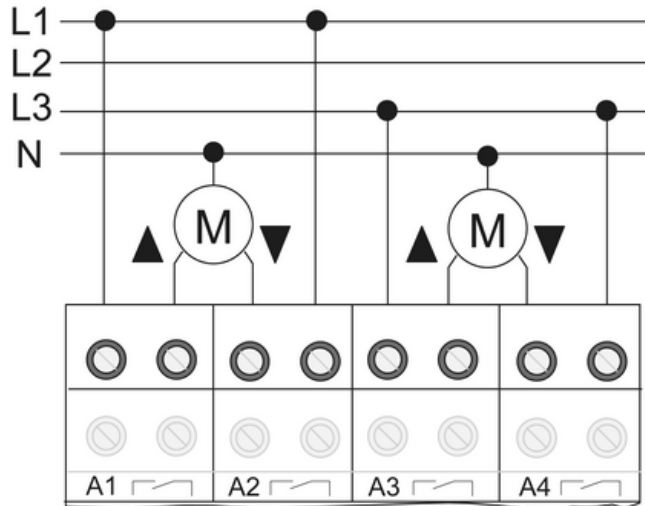

Bild 5: Anslutningsexempel jalusimotorer
- Ansluta jalusimotorer (bild 5)